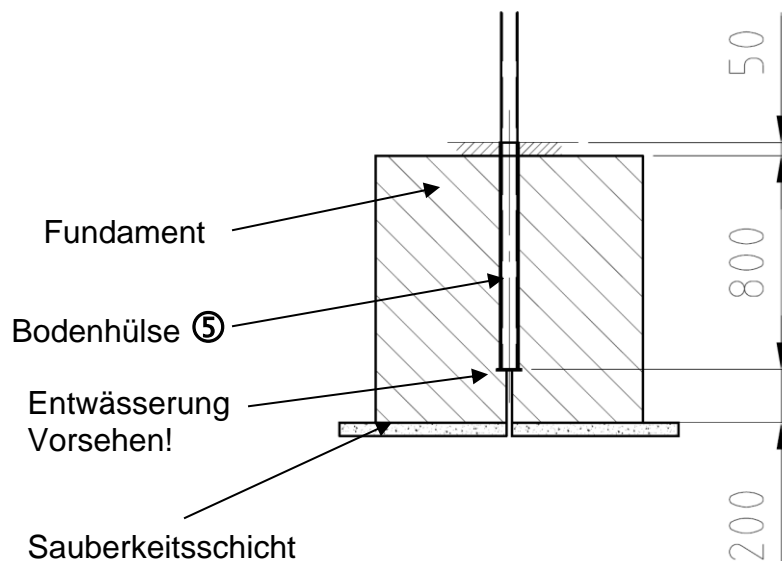

Abb.3: Fundament
Nach Abb. 3 werden Stützen ① oder Hülsen ⑤ in die Fundamente der Betongüte: **C 25/30** (B 25) einbetoniert. Wird die Stütze ① direkt einbetoniert, muss auf die Lage der Befestigungsbohrungen am Stützenkopf geachtet werden! Die Ösenmuttern zeigen in Richtung Netz!
Die Hülse ⑤ oder der Stützpfeiler ① ist 0,80 m in dem Fundament eingespannt (siehe Abb.3).